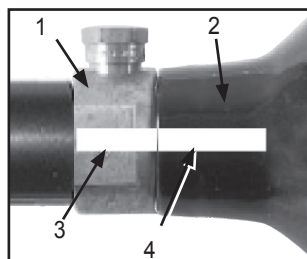

Figure 4: Bouteille et valve marquées
Voir Figure 4. Des incidents causés par des joueurs qui ont par mégarde dévissé le cylindre (2) de la soupape (1) ont été rapportés. Cela se produit, quand le joueur pense qu'il dévisse l'ensemble soupape-cylindre de l'adaptateur d'air/CO2 du lanceur, alors qu'il dévisse en réalité le cylindre de la soupape.
Pour éviter ce risque, il est recommandé (si votre cylindre n'est pas encore marqué) d'utiliser de la peinture ou du vernis à ongles, pour tracer une marque (3) sur la soupape du cylindre et une autre marque (4) sur le cylindre, comme montré sur le Figure 4.